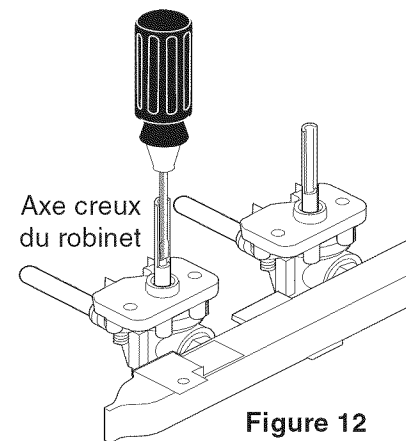

Figure 12
4. Réglez la position LOW ou SIMMER (Figure 12)